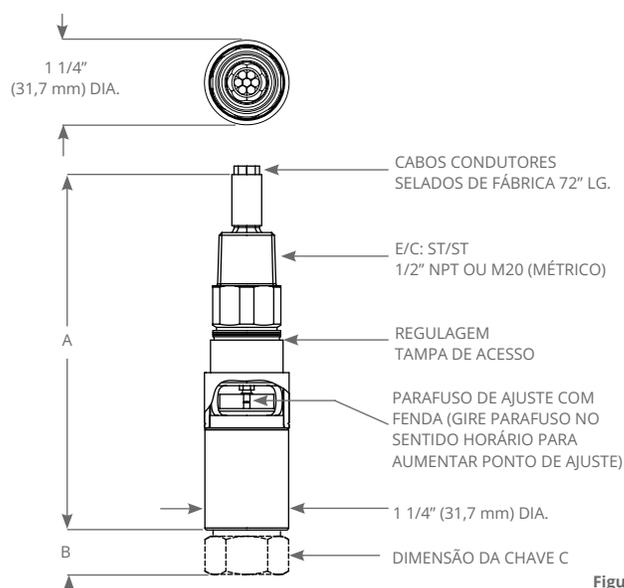

Figura 3
- Insira a chave de fenda no encaixe de ajuste e gire no sentido horário para aumentar o ajuste, ou no sentido anti-horário para diminuir o ajuste (ver Figura 3).